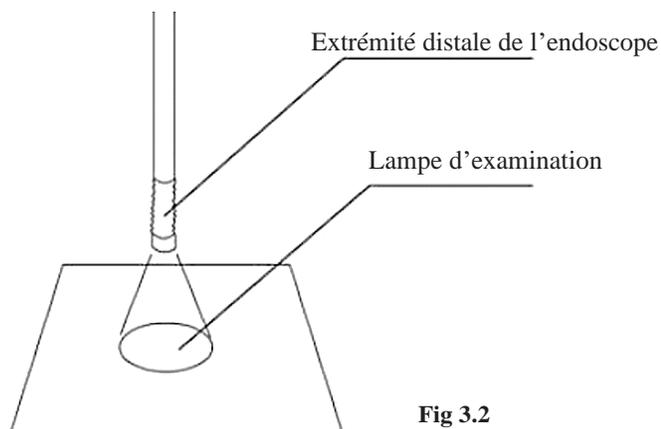

Fig 3.2
2. Vérifiez que la lumière issue de l'examen est émise par l'extrémité distale de l'endoscope. (Fig 3.2)